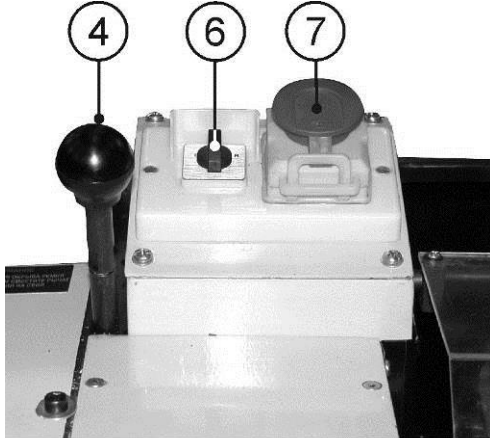
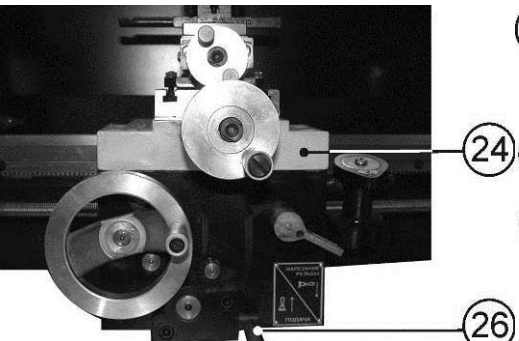

Рис. 14
Рис. 17
Станок включится (начнёт вращаться шпиндель), Рис. 14.
10.2.4. Направление вращения шпинделя определяется положением переключателя направления вращения шпинделя (6), Рис. 14.
10.8.8. Направление движения автоматической подачи каретки (24) и направление вращения шпинделя (30), Рис. 2, определяется положением переключателя направления вращения шпинделя (6), Рис. 14.
10.4. Точение с автоматической подачей (Рис. 17, 18)
10.4.2. Положение переключателя направления вращения шпинделя (6), Рис. 14, соответствует направлению автоматической подачи каретки (24), Рис. 17.
10.4.3. Переключением рычага включения автоматической подачи (26) в верхнее положение приводится в действие автоматическое перемещение каретки (24), Рис. 17.
10.6.2. Для замены шестерен убедитесь, что аварийный выключатель (7) установлен в положение ВЫКЛ. и станок отключен от источника питания, Рис. 14.